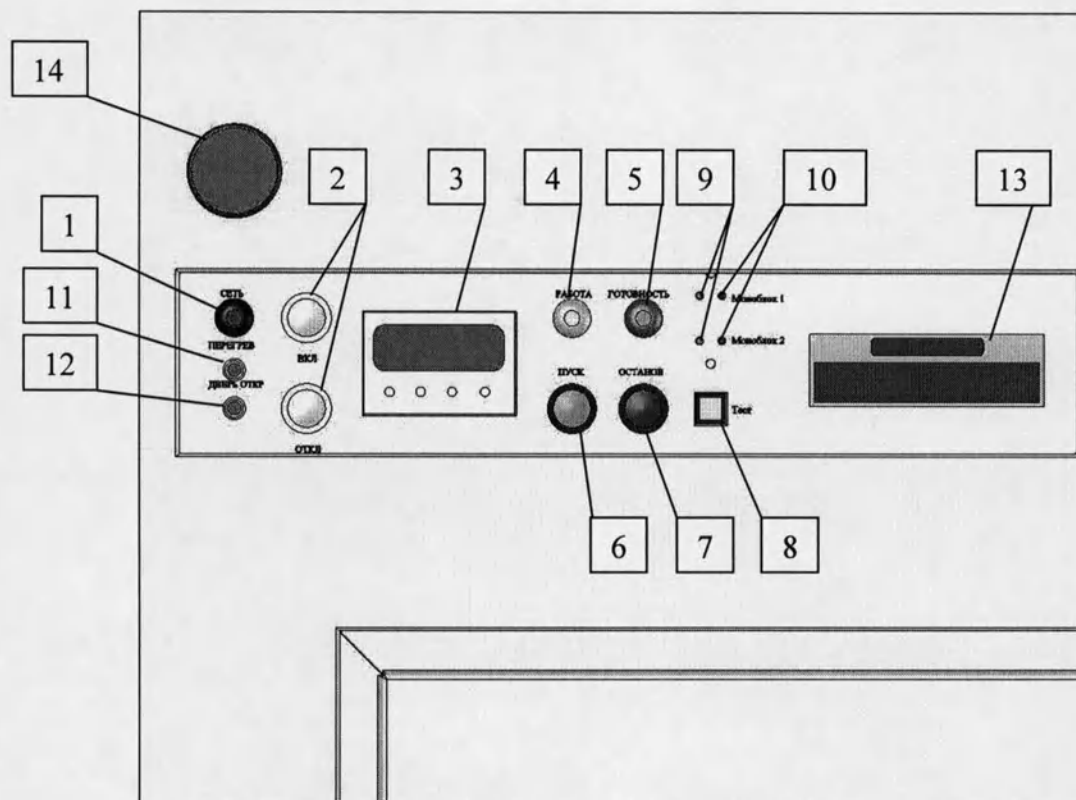

Рисунок 3. Передняя панель аппарата.
1.3.2 На передней панели аппарата (рисунок 3) расположена панель пульта управления и кнопка экстренного отключения аппарата красного цвета -14.